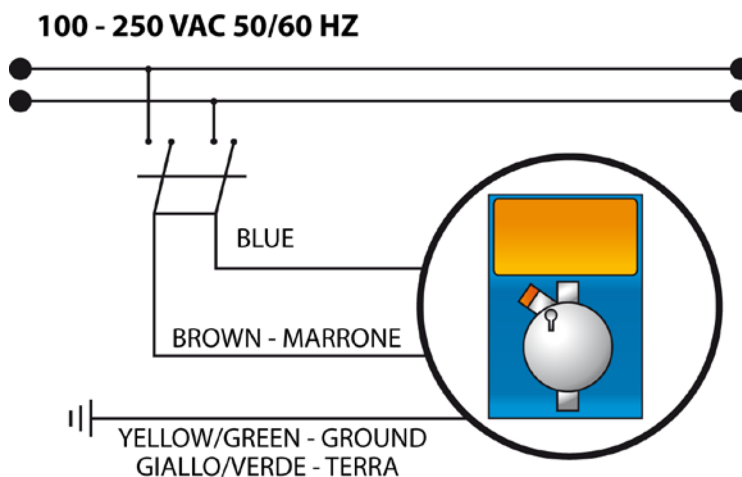

Fig.3 - Raccordement électrique
- Veiller à ce qu'elle soit désactivée électriquement (les deux polarités) en débranchant les conducteurs des points de contact du réseau par le biais de l'ouverture de l'interrupteur omnipolaire avec une distance minimale entre les contacts de 3 mm (Fig.3).